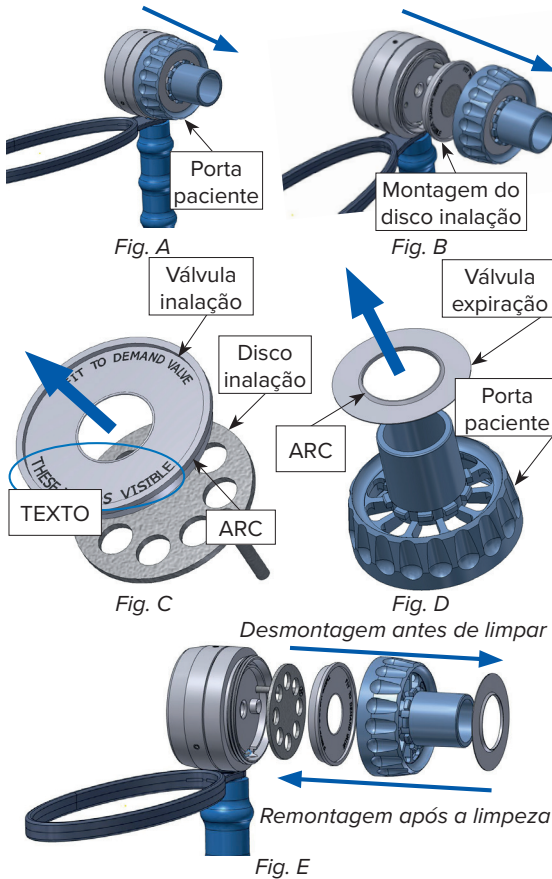

Fig. 3: Remontagem do EASE II antes de limpar
2. Remover a porta de paciente e o disco de inalação. Ver fig 3 abaixo.
3. Levantar e remover o U-clip usando uma chave de parafusos. Ver fig 3 abaixo.